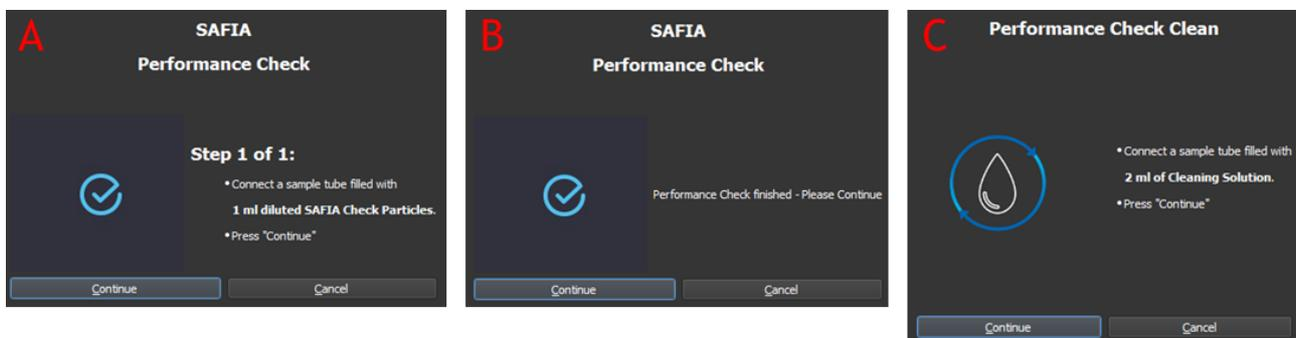

Abbildung 6. Ansicht der Anweisungen des QC-Programm Ablaufs
2. Klicken Sie auf Start  und folgen Sie den Anweisungen durch das QC-Programm (s. Abbildung 6). Sollten keine Partikel erfasst werden, befolgen Sie die Hinweise in Abschnitt 10.1.